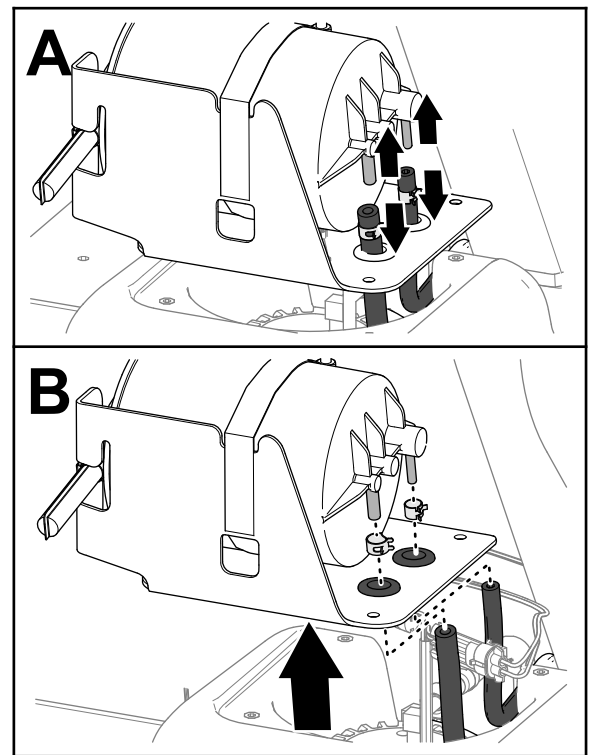

Figura 82
4. Separe las mangueras de los acoplamientos (Figura 82).
5. Retire las abrazaderas de las mangueras (Figura 82).
6. Retire el cartucho de carbón del depósito de combustible (Figura 82).